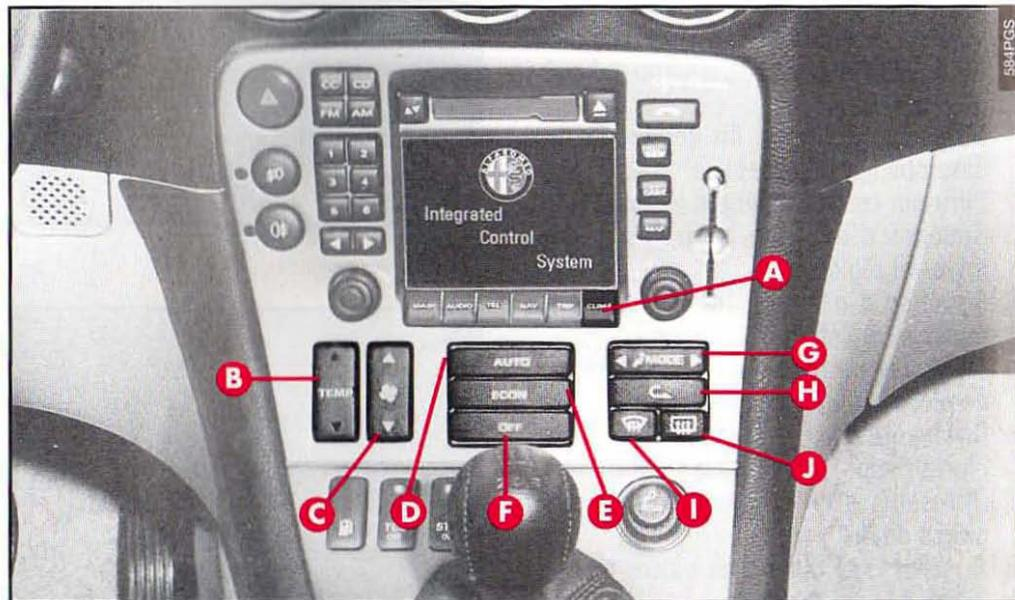

fig. 92
- la "température équivalente" désirée en appuyant sur la touche (**B-fig. 92**);
DESCRIPTION DES COMMANDES (fig. 92)